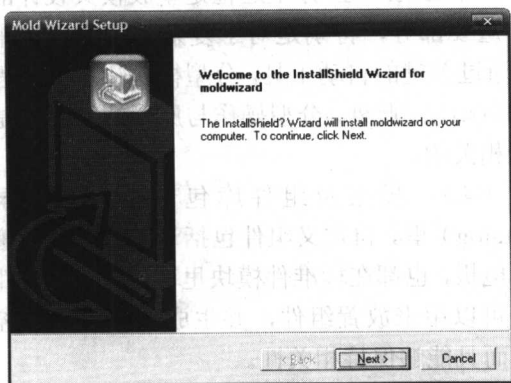

图 1-1 Mold Wizard 安装界面
① 将 Moldwizard 安装光盘放入光驱后, 自动运行出现 “Mold Wizard Setup” 安装界面, 如图 1-1 所示。该对话框的出现表明已经通过 UG 的验证, 可以正常安装 Mold Wizard。